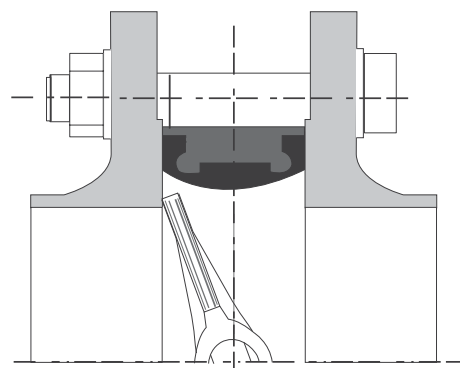

Figura 3: Installazione non corretta
- Bloccaggio del disco della valvola a farfalla (vedere figura 3).